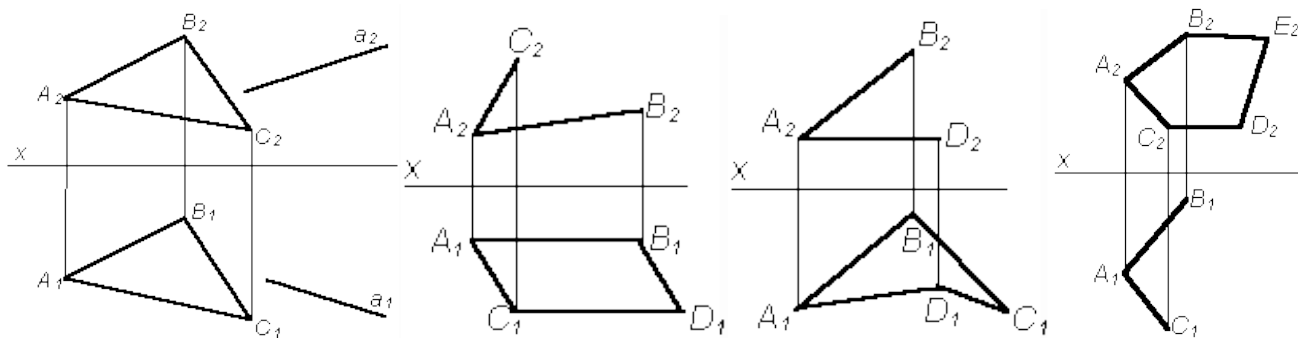

Рис. 1
1. Определить принадлежность прямой линии плоскости, если дана плоскость ΔABC ($\Delta A_1B_1C_1, \Delta A_2B_2C_2$) и прямая a (a_1a_2) (рис. 1).